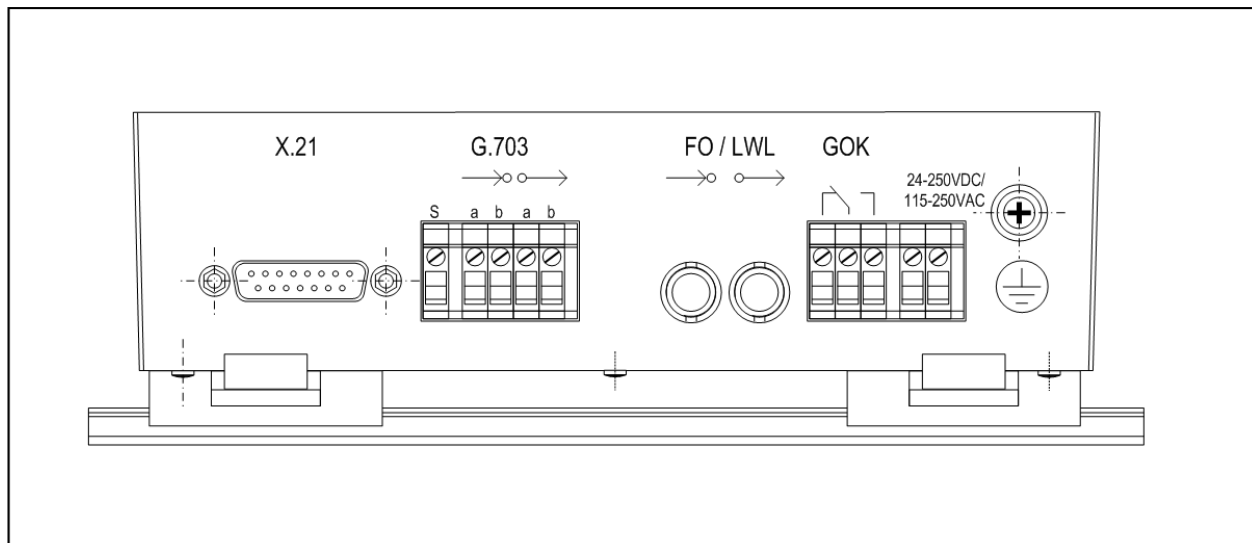

Bild 3 Schnittstellen und Anschlüsse
Auf der Geräteseite (Bild 3) befinden sich folgende Schnittstellen und Anschlüsse:
- Stecken Sie das Kabel mit Buchse in den DSUB-Stecker X.21 des Kommunikationsumsetzers. Im Bild 3 sehen Sie, wo sich der Schnittstellenstecker befindet. Bild 6 zeigt die Anschlussbelegung am DEE-Anschluss des Kommunikationsumsetzers.